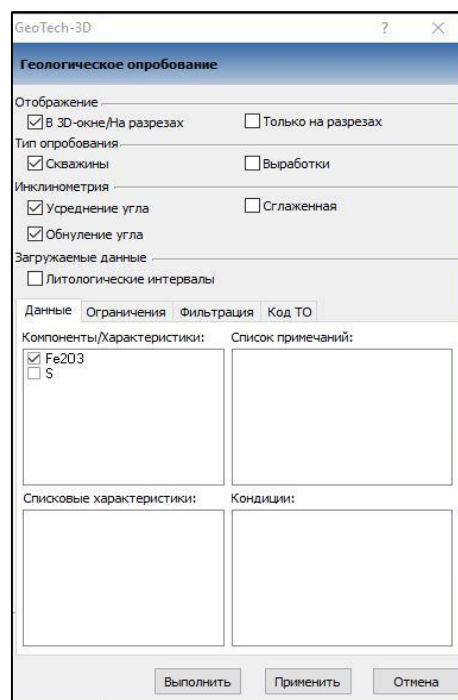

Рис. 7.2
4. Выберите команду главного меню **Проект/Опробование** и откройте диалоговое окно **Геологическое опробование** (рис. 7.2).